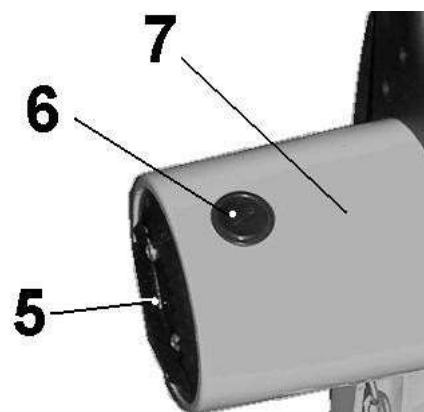
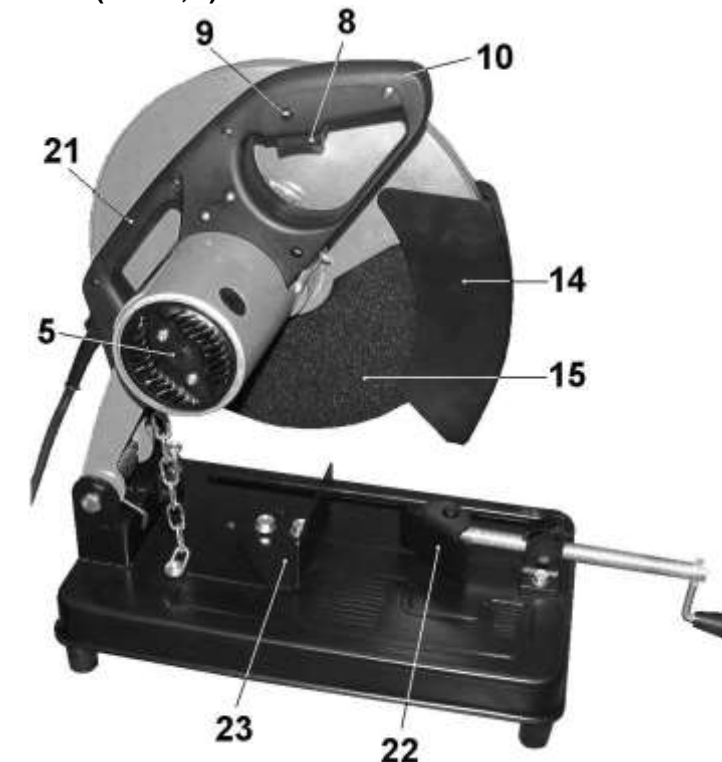

Рис. 11
Рис. 3
13. ЗАМЕНА ЩЁТОК (Рис. 11)
14.1. Периодически с рабочего стола удаляйте стружку и пыль (Рис. 3), и со всех резьбовых и подвижных узлов и механизмов машины. Постоянно очищайте (продувайте) отверстия крышки двигателя (5), Рис. 11.
ВНИМАНИЕ: Перед проверкой и регулировкой узлов и механизмов машины отсоедините вилку (2) шнура электропитания (3) от розетки электросети, Рис. 3.